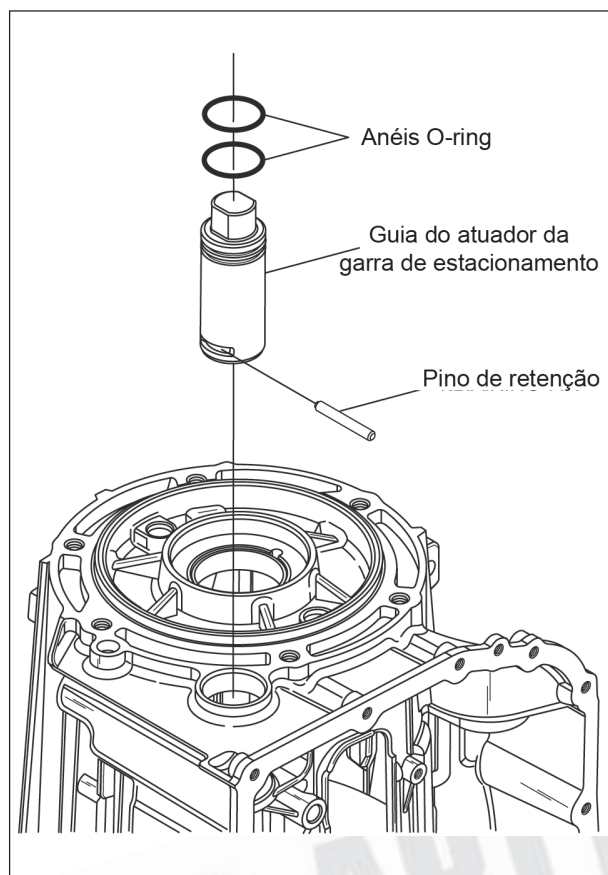

Figura 56
7. Remova o pino de retenção do guia do atuador da garra de estacionamento e o guia do atuador, conforme mostra a figura 56.
10. Instale o guia do atuador da garra de estacionamento na carcaça, conforme mostra a figura 56, certificando-se de não danificar os anéis de vedação.
11. Instale o pino de retenção do guia do atuador da garra de estacionamento na carcaça, conforme mostra a figura 56.